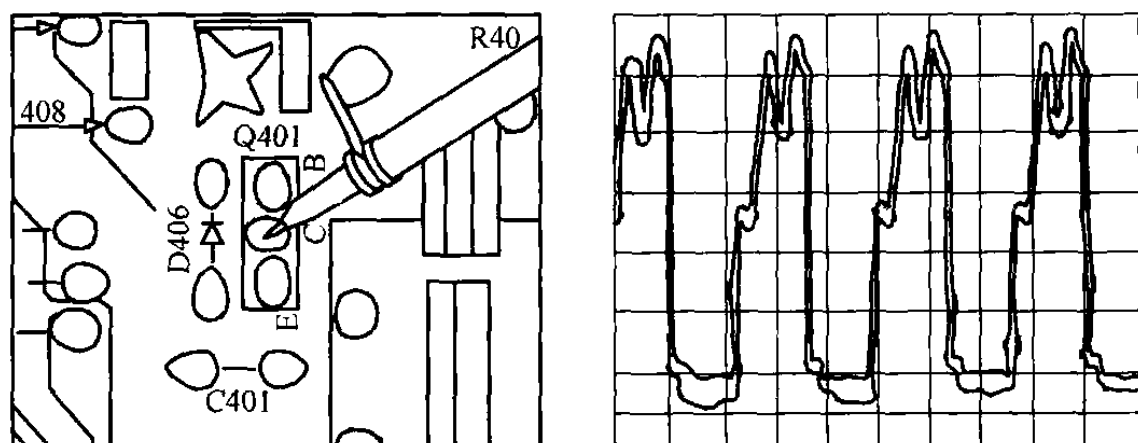

图 2-44 检测 Q401 的集电极
④ 将示波器的探头移动到 Q401 的集电极上进行检测,检测部位及正常的信号波形如图 2-44 所示。这个信号经过 Q401 放大后,幅度得到了很大的提高,峰值大约为 100 V。若检测不到该信号,则可能是无 +112 V 直流供电电压或 Q401 损坏所致,应重点检查电源供电电压和晶体管 Q401。